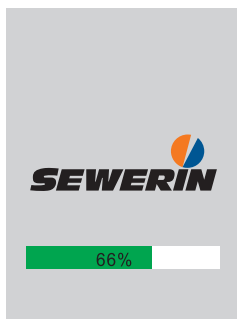

Fig. 10: Imagem inicial
1. Prima o botão On/Off até surgir a imagem inicial (fig. 10).